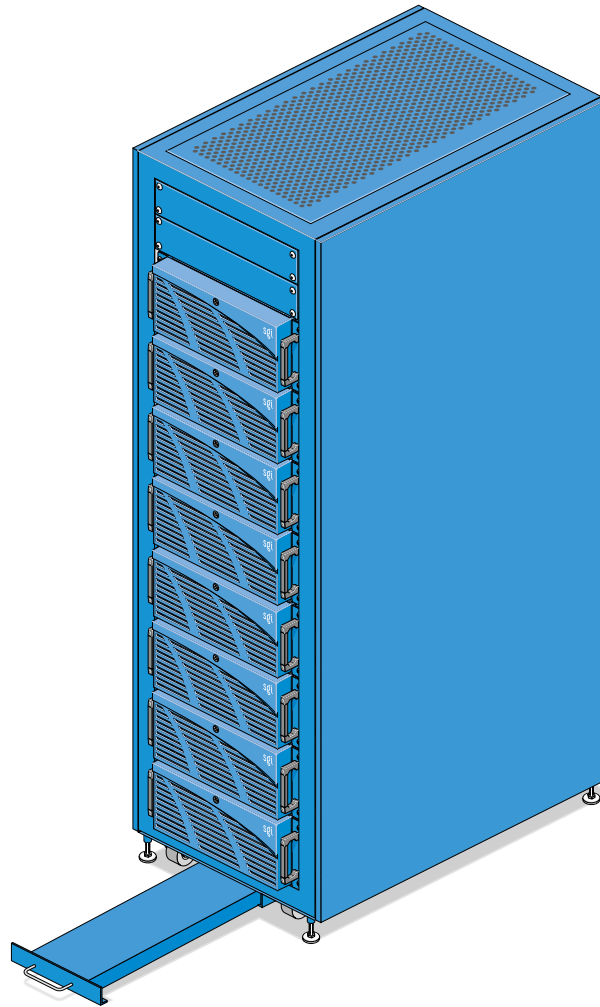

図 4-5 転倒防止トレイを引き出す
7. ノードを引き出す場合は、ラックの転倒防止トレイを引き出します（図 4-5 を参照）。
- より作業しやすくするには、新しいスライドレールを取り付けたい位置のすぐ下にあるノードを引き出します。ラックの転倒防止トレイを引き出します（47 ページの図 4-5 を参照）。